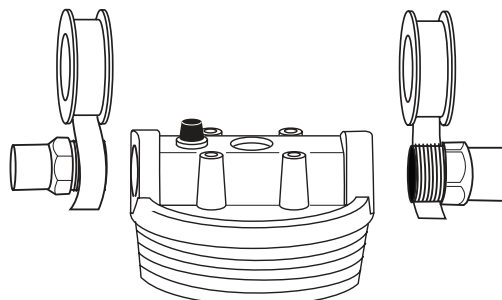

Figure 1
3. Enrobez de ruban Téflon^{MD} (2 1/2 tours) autour de l'adaptateur raccord mâle 1,91 cm x 1,91 cm dans la direction horaire (voir la Figure 1) et vissez fermement à la tête du filtre. N'utilisez pas de scellant à conduit (pâte lubrifiante), puisque certains solvants dans certaines pâtes lubrifiantes pour conduit peuvent endommager les raccords en plastique. Ne pas serrer à outrance, un serrage à outrance peut causer des dommages à la tête du filtre.